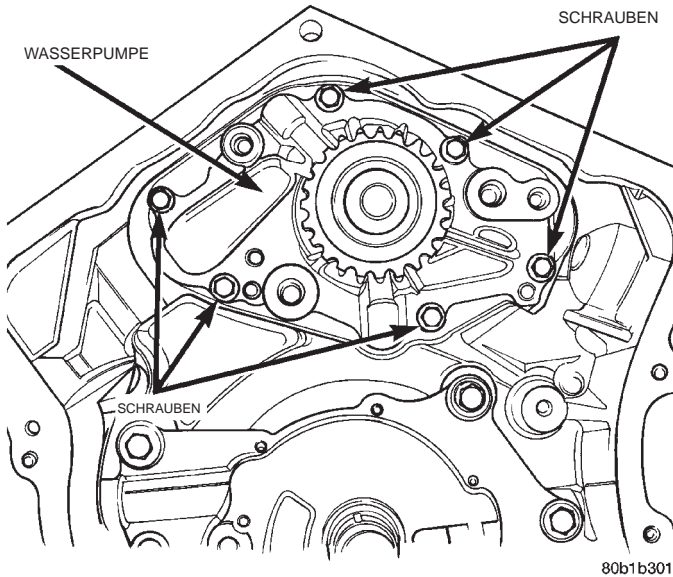

Abb. 17 Wasserpumpe—2.7L-Motor
(5) Den Kurbelwellen-Schwingungsdämpfer, den Steuerkettendeckel, die Primär-Steuerkette und sämtliche Kettenführungen ausbauen. Näheres hierzu siehe Kapitel 9, "Motoren".
(6) Die Schrauben lösen, mit denen die Wasserpumpe am Motorblock befestigt ist (Abb. 17).
(7) Die Wasserpumpe einschließlich Dichtung ausbauen.